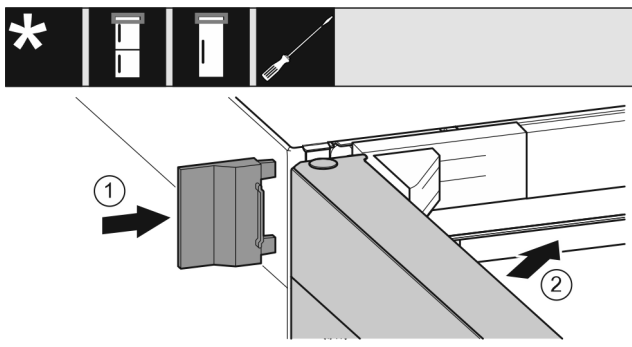

Fig. 26
- ▶ 插入外盖 Fig. 26 (1)。
- ▶ 关闭冰箱上方门 Fig. 26 (2)。